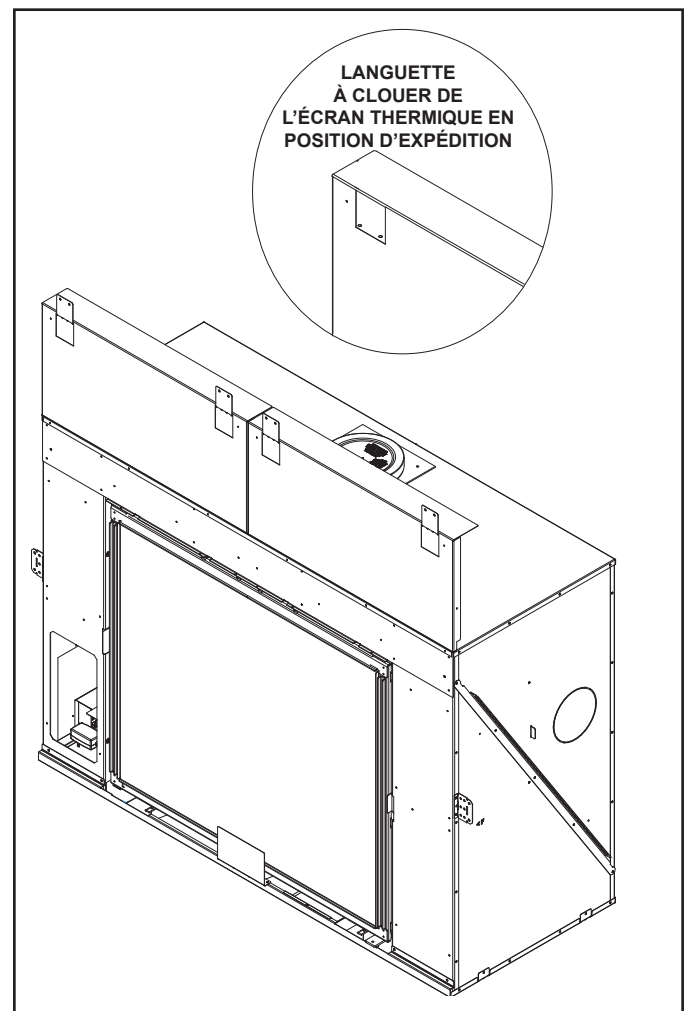

Figure 6.5 Écran thermique et languettes à clouer en position d'installation
- Courbez le sommet des écrans thermiques vers le haut afin de les positionner à la verticale et de plier les deux languettes à clouer de chaque tête d'écran thermique, vers l'extérieur. Fixez à la charpente. Voir la figure 6.5.